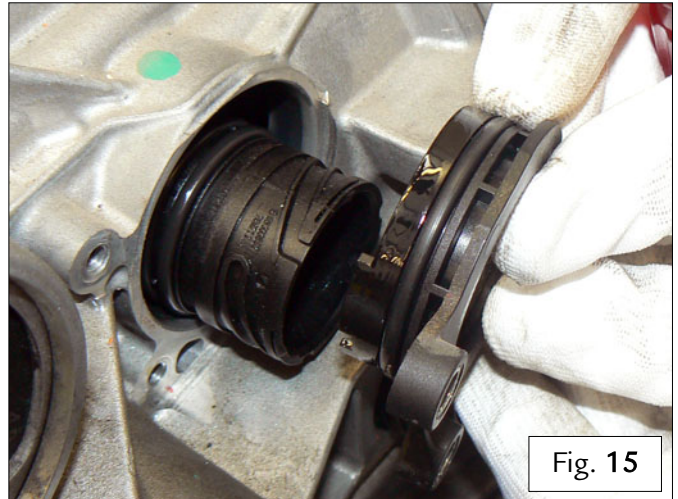

Fig. 15
- Remove the adapter – Fig. 15.